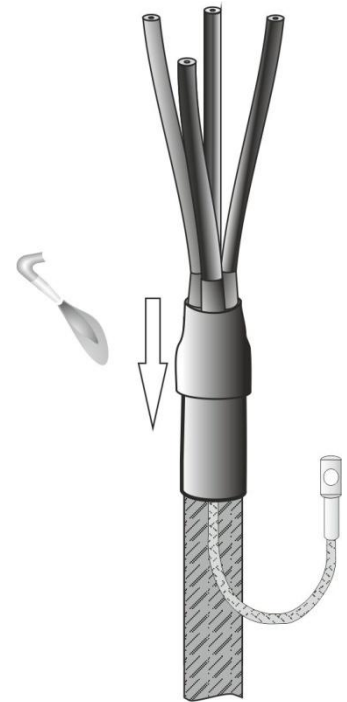

Рис.7
**6.** Манжету кабеля прогреть пламенем газовой горелки до температуры 50-60 °С, сблизить жилы кабеля и надеть термоусаживаемую перчатку так, чтобы каждая жила попала в отверстие соответствующего “пальца”. Продвинуть перчатку как можно ближе к корешку разделки кабеля. Усадить перчатку, начиная от “пальцев” сначала на жилы, а затем к “юбке” перчатки. После усадки перчатка должна плотно облепать манжету и трубки на жилах кабеля. По периметру “юбки” и “пальцев” перчатки должен быть заметен выступивший расплавленный клей(Рис. 7). Обезжирить перчатку после остывания.